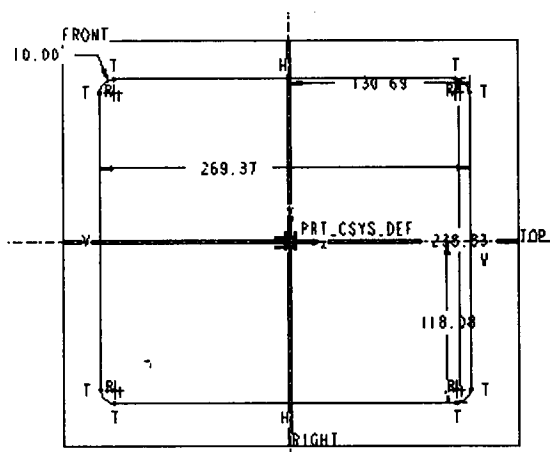
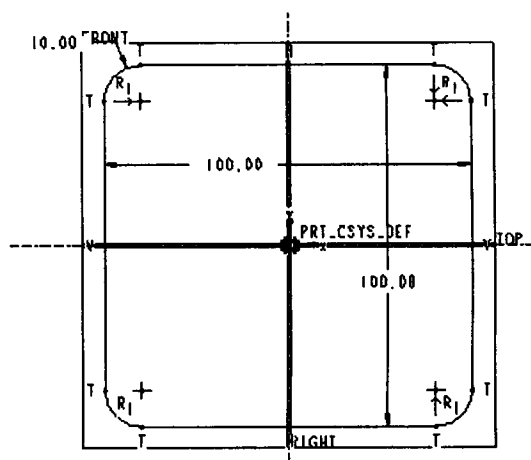

图 1-17 生成矩形宽度尺寸
图 1-18 将宽度和高度尺寸都修改成 100
(7) 点击“草绘”(Sketch)→“尺寸”(Dimension)→“垂直”(Normal)或点击右工具条上按钮，先点取最左边，再点取最右边，然后将鼠标箭头移到中间(确定尺寸数字的位置)，再按下鼠标中键，即生成矩形宽度尺寸。如图 1-17 所示。同样地生成矩形的高度尺寸。
(8) 点击右工具条上按钮，出现几何约束对话框，点取对称约束按钮，首先选择垂直中心线，再选择左上圆弧与最左边的切点，接着选择右上圆弧与最右边的切点，则两切点被强制左右对称。同样地先选择水平中心线，再分别选择左上圆弧与最上边的切点与左下圆弧与最下边的切点，将两个切点强制地上下对称。
(9) 双击矩形宽度尺寸数字，将尺寸数字改为 100，双击矩形高度尺寸数字，同样地将尺寸数字改为 100。结果如图 1-18 所示。